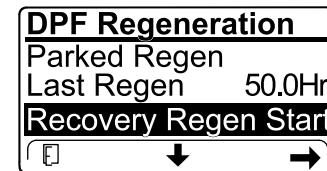

Figura 58
1. Aceda ao menu Regeneração DPF, utilize o botão central para ir até à opção INICIAR REGENERAÇÃO EM ESTACIONAMENTO ou a opção INICIAR REGENERAÇÃO DE RECUPERAÇÃO (Figura 58) e prima o botão direito para selecionar o início da regeneração (Figura 58).